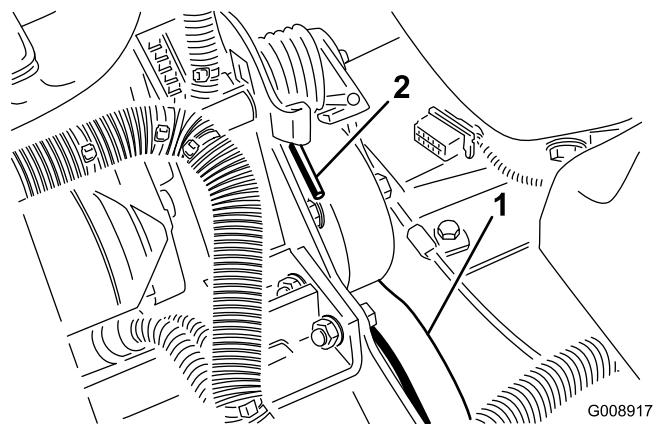

Figure 60
- Appuyez sur l'extrémité du ressort (Figure 60) et poussez-la vers l'avant pour décrocher le ressort du support et le détendre.